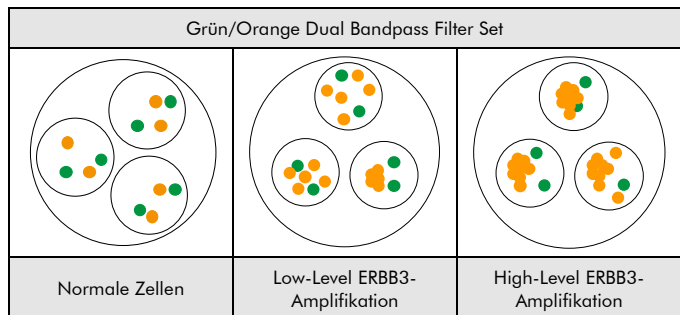

Abb. 2: Zu erwartende Ergebnisse in normalen und aberranten Zellkernen
**Normale Situation:** In Interphasen von normalen Zellen oder Zellen ohne eine Amplifikation der ERBB3-Genregion erscheinen zwei grüne und zwei orange Signale (siehe Abb. 2).
**Aberrante Situation:** In Zellen mit einer Amplifikation der ERBB3-Genregion können eine erhöhte Anzahl oranger Signale oder orange Signalcluster beobachtet werden (siehe Abb. 2).